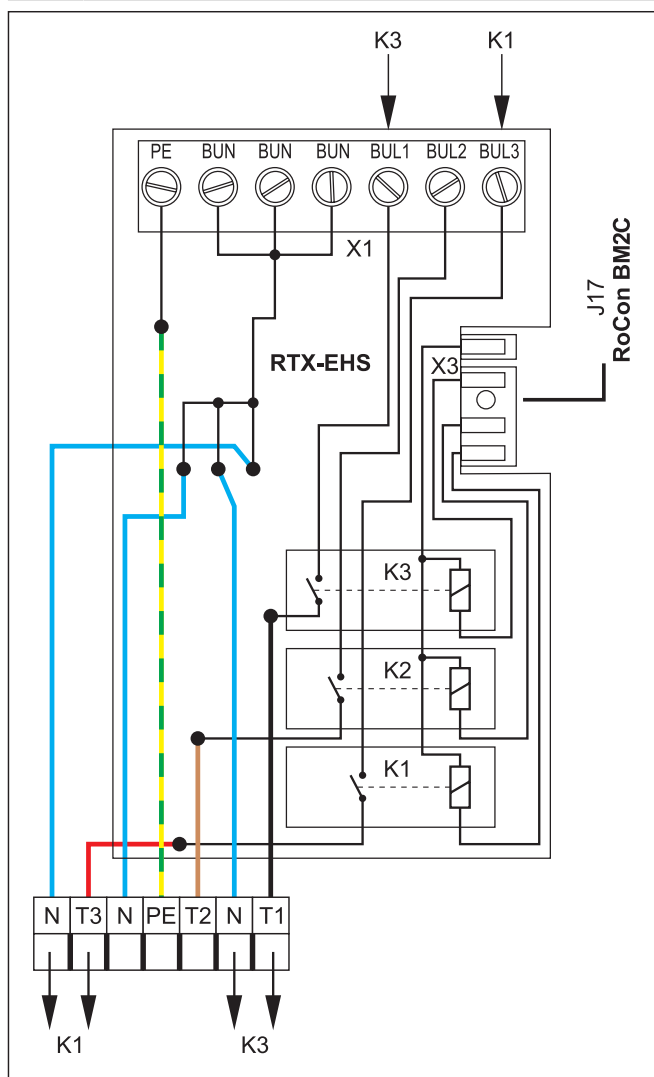

Bild 74-38 Anslutning på kretskort RTX-EHS
Den externa värmealstrarens begäran kopplas via ett relä på kretskortet RTX-EHS (se Bild 74-38). Den elektriska anslutningen till Daikin Altherma EHS(X/H) kan göras på följande sätt;
- Genomför lämpliga anslutningar på anslutningssetets kretskort RTX-EHS (se Bild 74-38).